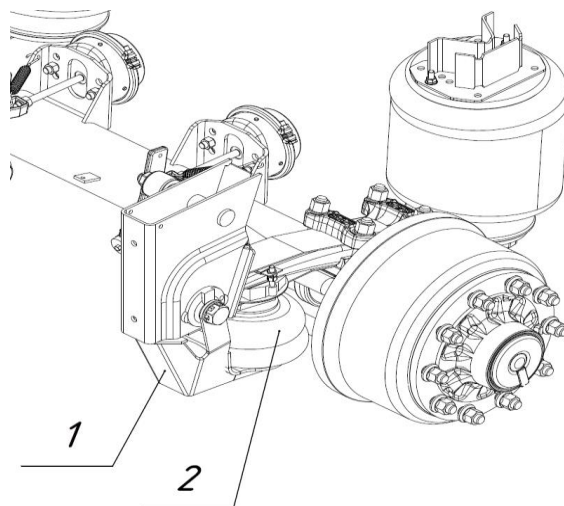

Рис. 2.13 - Механизм подъёма оси
Полуприцепы с пневматической подвеской оснащаются функцией подъёма первой оси (для типа 914210). Полуприцепы с пневматической подвеской оснащаются функцией подъёма либо первой и четвёртой оси, либо первой и второй оси (для типа 914211) с помощью двустороннего механизма подъёма (рис. 2.13), состоящего из кронштейна (1), пневмоподушки (2) и крепёжных элементов.